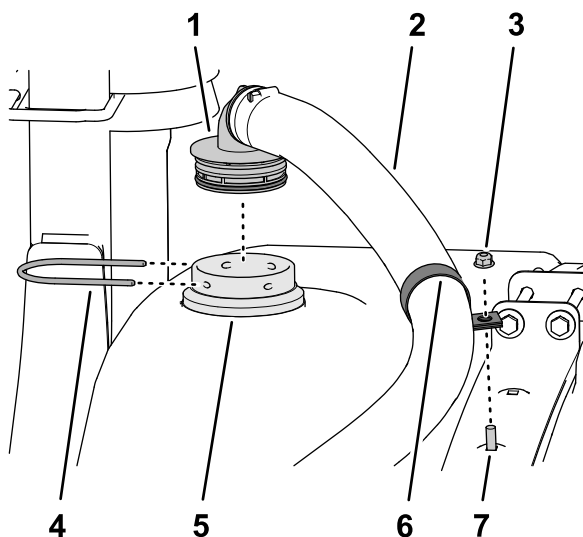

Figura 29
4. Instalezi o clemă R peste ansamblul furtunului ejectorului (Figura 29).
- Montai fittingul inelat de 90° al ansamblului furtunului ejectorului în fittingul plăcii despăritoare și fixai fittingul inelat pe fittingul plăcii despăritoare cu un opritor (Figura 29).
- Montai, fără a strânge, clemă R pe urubul de fixare și fixai clemă (Figura 29) cu o contrapiuliă cu guler (5/16").
Notă: Dacă este necesar, ajustați poziția clemei R pentru a alinia furtunul ejectorului (Figura 29).